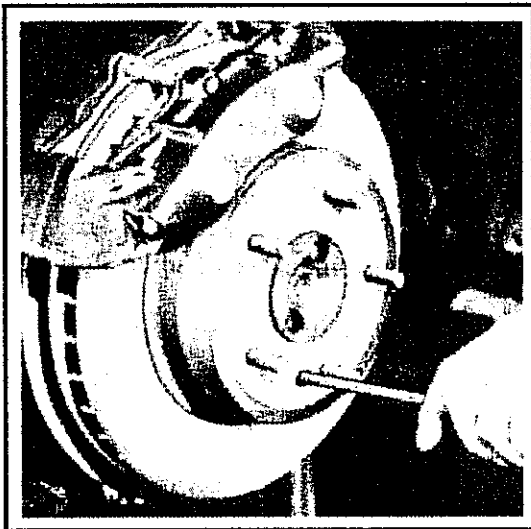

Abb. 9-7 Einstellen der Bremsbacke der Feststellbremse
- Einen Schraubenzieher oder hierfür geeignetes Einstellwerkzeug in die Öffnung einsetzen und die Einstellschraube enger drehen. Hierzu mit dem Griff des Werkzeugs eine senkrecht pendelnde Bewegung mit Kraftaufwand nach oben ausführen, siehe Abb. 9-7. Dies gilt für beide Seiten des Fahrzeugs.